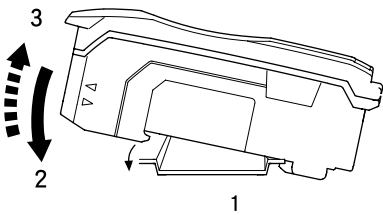

图 1
- 1、安装在DIN轨道上时,如图 1,将主机底部的卡槽与轨道对齐,按照箭头 1 的方向推动主机的同时,使其往箭头 2 的方向倾斜。